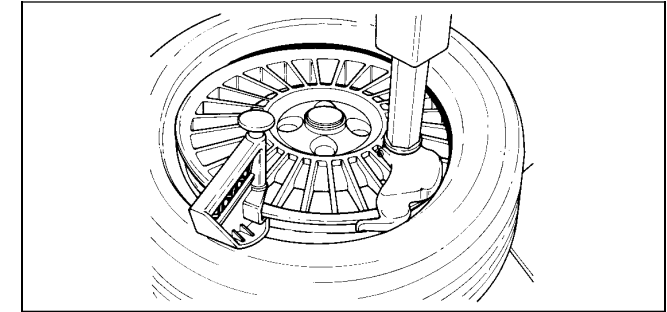

Fig. 18
- D. Placer l'outil de montage MX p/n 6410190 (optionnel) pour maintenir le talon du pneu à l'intérieur de la jante (Fig. 18).